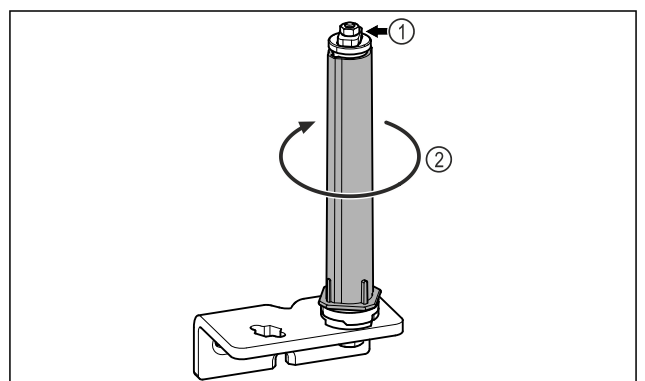

Fig. 13
- Türschließsystem Fig. 13 (1) nicht zerlegen.
- ▶ Schließsystem Fig. 13 (2) drehen, bis es klickt.